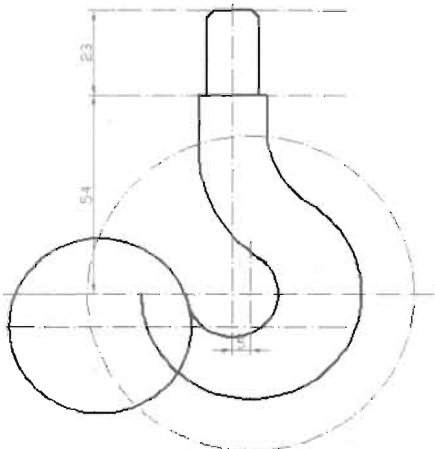

图 6-46
(3) 绘制 R14 圆心辅助线。为了使用图面清晰, 可以将 R24 圆心辅助线删除。以 R29 圆心为圆心绘制一个半径为 43 (即 $R14 + R29$) 的圆, 如图 6-46 所示。